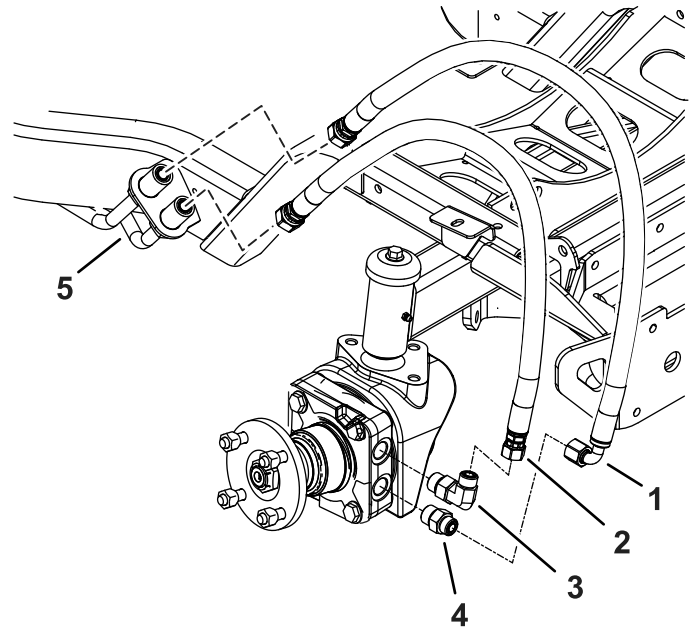

图 11
3. 将新的直通过接头和 90°弯头安装到车轮马达上如图 11。
6. 将带直通接头的软管安装到 90°弯头图 11。
7. 将带 90°弯头的软管安装到直通接头图 11。
16. 一次拆下一个盖子并将正确的软管安装到液压管线上如图 11 所示。
17. 拆下剩余的盖子并将软管安装到液压管线上图 11。